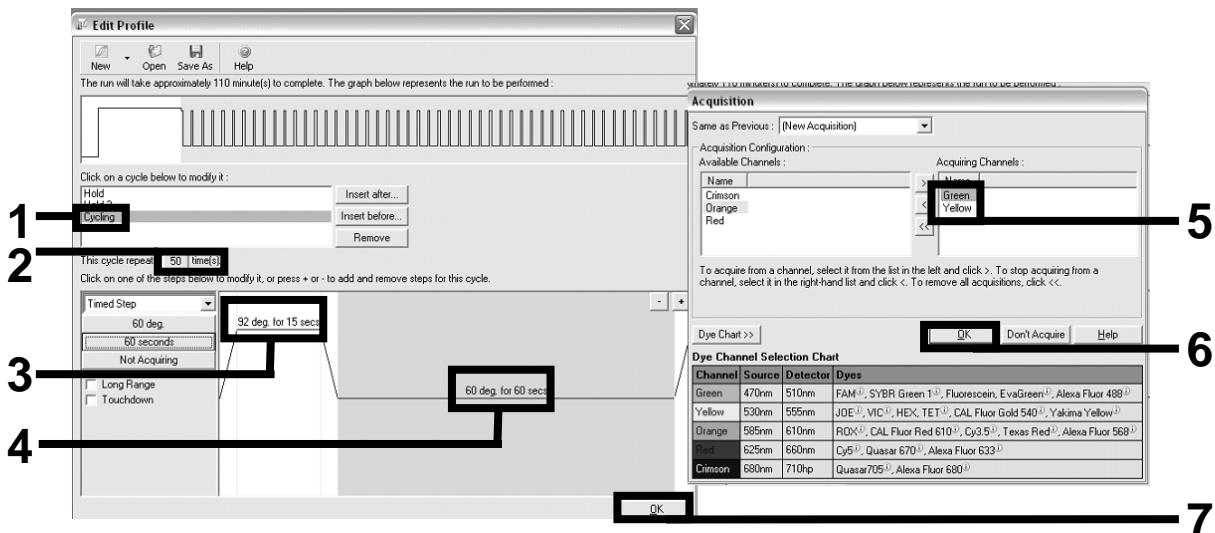

Figure 5. Amplification de l'ADN
Amplification de l'ADN	Figure 5
13. Cliquer sur le bouton « Edit Profile » (Modifier profil) dans la boîte de dialogue suivante « New Run Wizard » (Assistant nouvelle analyse) puis programmer le profil de température conformément au tableau 4 et à la figure 5. S'assurer d'ajouter l'étape d'acquisition finale à 60 °C, à chaque cycle, et pour les deux canaux Green (FAM) et Yellow (VIC).